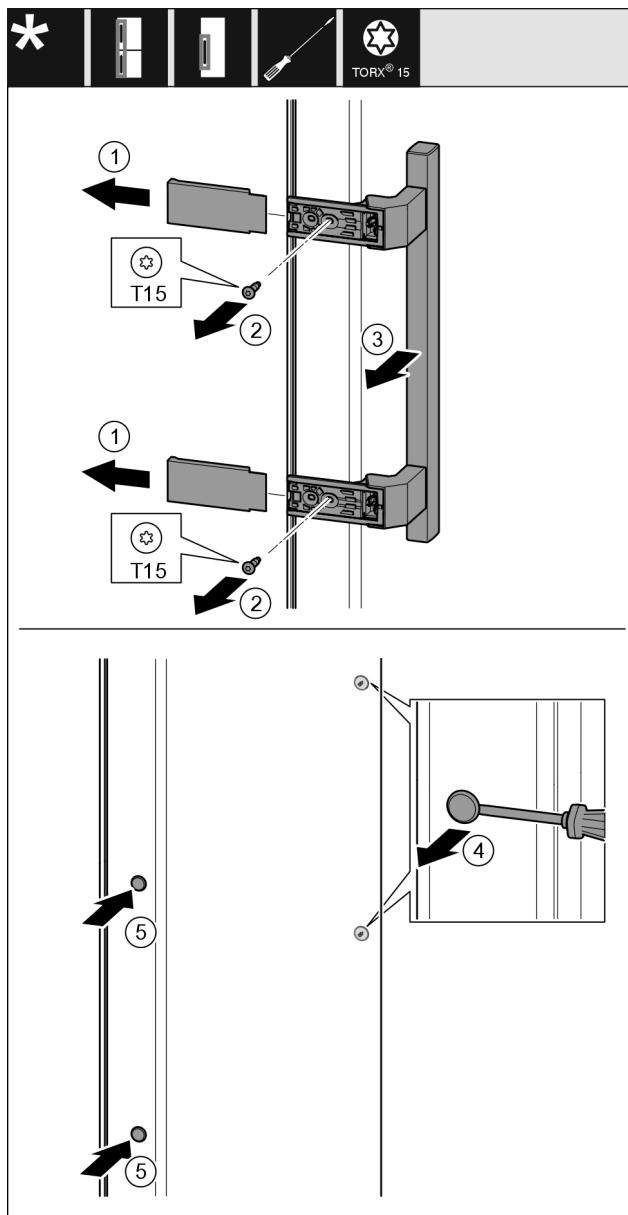

Fig. 21
- Trekk av dekselet Fig. 21 (1).
- Skru ut skruene Fig. 21 (2) med en skrutrekker.
- Ta av håndtaket Fig. 21 (3).
- Løft pluggene på siden Fig. 21 (4) forsiktig med en skrutrekker og trekk dem ut.
- Sett igjen inn pluggen Fig. 21 (5) på den andre siden.